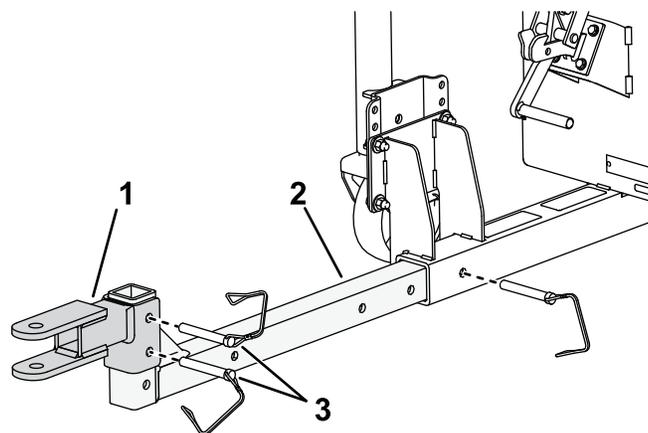

Figure 3
1. Insérez le tube d'attelage dans le cadre, comme montré à la Figure 3.
2. Installez l'adaptateur d'attelage sur le tube d'attelage avec les axes de chape (Figure 3).
- Retirez les axes de chape de l'adaptateur d'attelage et ajustez position vers le haut ou le bas (Figure 3) selon les besoins.